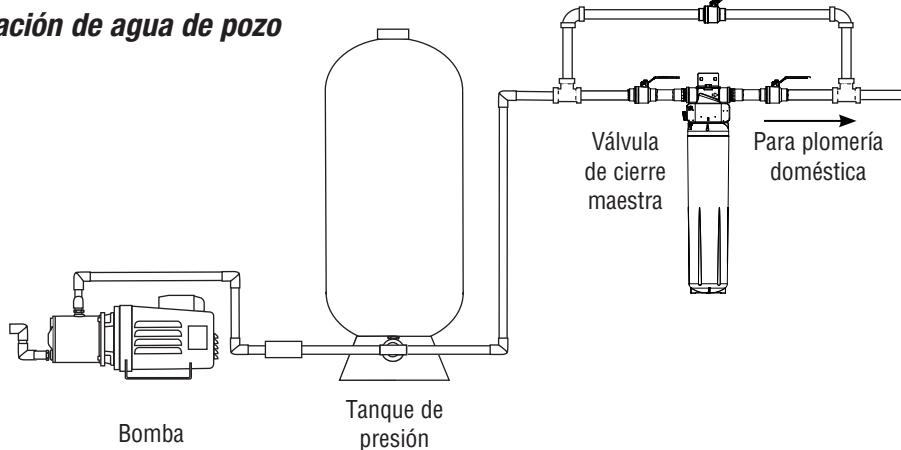

Figura 1
4. Instale el cabezal del filtro en el sistema de derivación opcional como se muestra en la Figura 1. Utilice tres válvulas de bola y una unidad de filtración como se muestra. Utilice el caño de cobre y las conexiones por soldadura blanda para ensamblar el sistema.